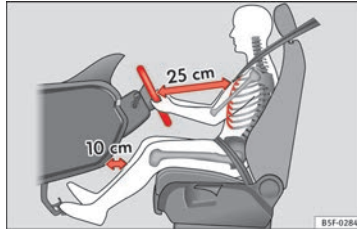

Bild 75 Rätt avstånd mellan föraren och rat-
- Ställ in ratten så att det finns ett avstånd på minst 25 cm mellan ratten och mitten på din bröstorg » **bild 75**.
- Ställ in förarsätet så att det är ett avstånd på minst 25 cm mellan mitten på bröstorg och mitten på ratten » **bild 75**. Om avståndet »